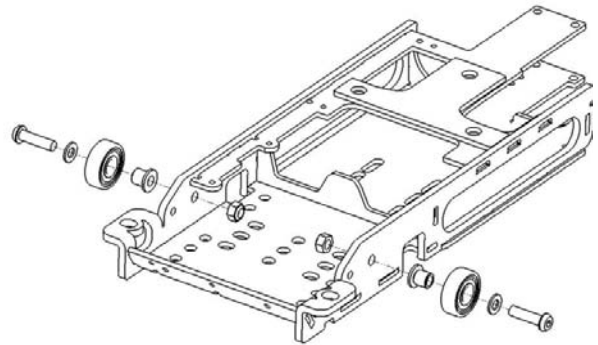

Bild 13. Demontera kullagren, de sitter monterade med en skruv vardera.
15. Demontera kullagren, de sitter monterade med en skruv vardera. Se bild 13.